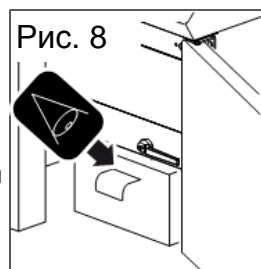

Рис. 8
1. Под сливным краном размещают емкость для пищи (из подходящего материала и имеющую достаточный объем (см. рис. 8).
1. Под сливным краном размещают емкость для пищи (из подходящего материала и имеющую достаточный объем) (см. рис. 8).